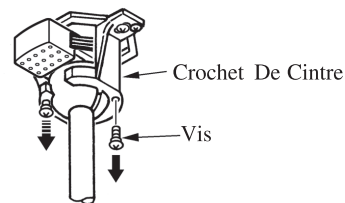

FIG.9
3. Retirez l'une des vis et desserrez les autres vis du support de suspension. (Voir fig.9)